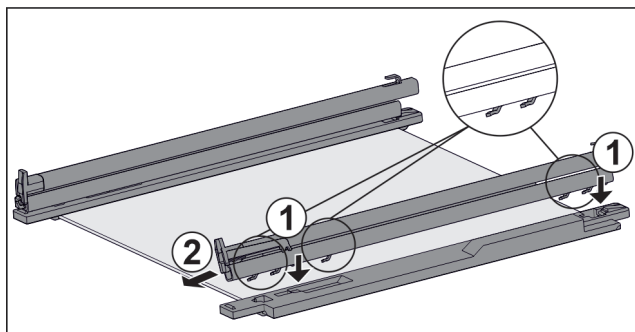

Fig. 137 Płyta szklana z szynami i elementami mocującymi
- ▶ Założyć haki szyny w otworach **lewego** elementu mocującego. Fig. 137 (1)
- ▶ Pociągnąć szynę do przodu. Fig. 137 (2)
- ▶ Założyć haki szyny w otworach **prawego** elementu mocującego. Fig. 137 (1)